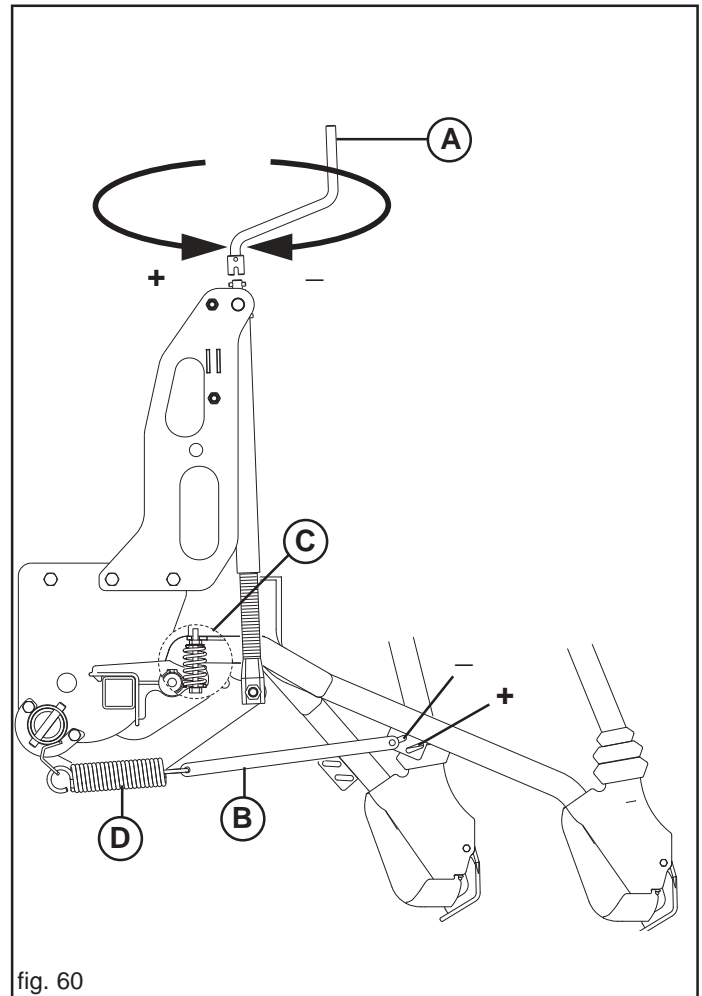

fig. 60
La profondità di semina viene regolata, contemporaneamente per tutti gli assolcatori tramite una manovella (A, Fig. 60), che consente, se girata in senso antiorario, di esercitare una maggiore pressione degli assolcatori sul terreno e quindi automaticamente una deposizione più profonda del seme.
Si può ulteriormente regolare la pressione, singolarmente, cambiando la posizione del tirante (B Fig. 60).
Solo con assolcatori a stivaleto è disponibile, come accessorio, una molla (C, Fig. 60) che consente di azzerare il peso del singolo elemento a molla (D) completamente scarica. In questa situazione è possibile eseguire semine superficiali.
A richiesta, la seminatrice può essere dotata di regolazione idraulica della pressione degli assolcatori. Il dispositivo viene montato al posto della vite di regolazione manuale (Fig. 60) e collegato attraverso gli appositi tubi idraulici al distributore della trattrice (doppio effetto).